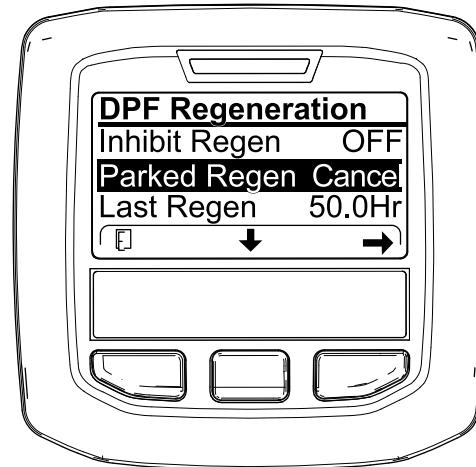
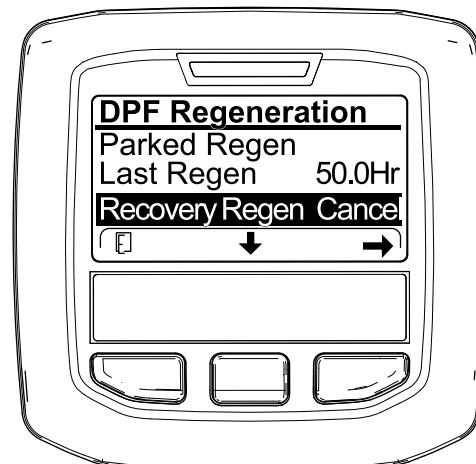

Figura 67
Figura 68
2. Prima o botão central para ir até à opção CANCELAR REGENERAÇÃO EM ESTACIONAMENTO (Figura 67) ou CANCELAR REGENERAÇÃO DE RECUPERAÇÃO (Figura 68).
1. Aceda ao menu Regeneração do filtro de partículas de gasóleo (Figura 67).
3. Pressione o botão direito para selecionar a entrada Cancelar regeneração (Figura 67 ou Figura 68).